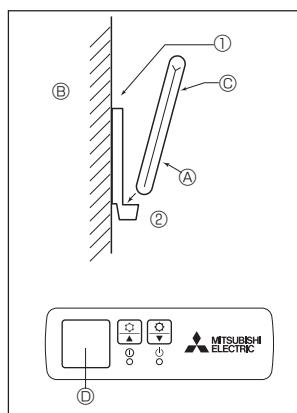

Fig. 6-5
2) วิธีติดตั้ง (Fig. 6-5)
- ① ติดที่วางรีโมทคอนโทรลในตำแหน่งที่ต้องการโดยใช้สกรูสองหัว
② วางปลายด้านล่างของรีโมทคอนโทรล